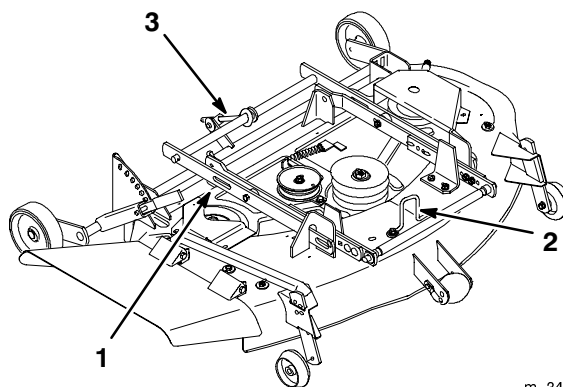

Abbildung 5
4. Nachdem es unter den Traktor geschoben worden ist, das Mähwerk so ausrichten, dass die Schlitze in den Seiten der Mähwerk-Montagebügel (Abb. 5) unmittelbar unter den Absenkhebel des Traktors ausgerichtet sind.